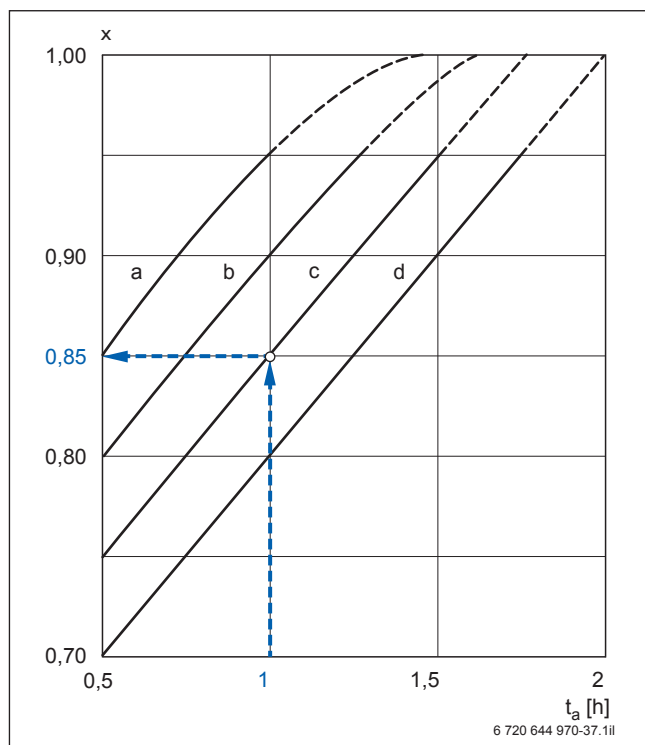

Bild 48 Übertragungs-Korrekturfaktor x; Beispiel blau hervorgehoben (Vorlage → Bild 127, Seite 146)
Das Bild 175 (→ Seite 170) zeigt den Übertragungs-Korrekturfaktor x in Abhängigkeit von der Aufheizzeit (Beispiel → Bild 48). Wenn die Rücklauftemperatur höher als die Speichersolltemperatur ist, gilt die Kurve a (für 60 °C Speichersolltemperatur) oder Kurve b (für 45 °C Speichersolltemperatur). Wenn die Rücklauftemperatur unter der Speichersolltemperatur liegt, gelten die Kurven c oder d entsprechend.
- Es gilt Kurve c (→ Bild 48): Übertragungs-Korrekturfaktor $x = 0,85$
Legende zu Bild 48: